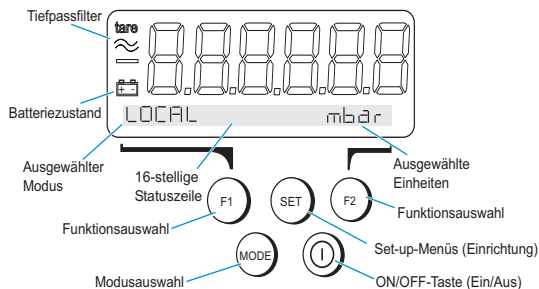

Abbildung 3-1: Bedienfeld des Geräts
3.1 Allgemeines (Abbildung 3-1)
3.2 Messmodi (Abbildung 3-1)